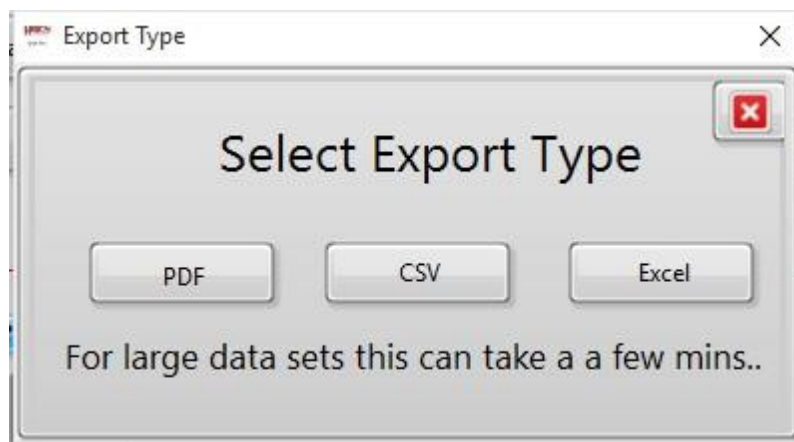

Fig. 35. Opciones para exportar un archivo .tdms.
2. Seleccionar el archivo a exportar y dar clic en aceptar. Se mostrará un cuadro para seleccionar el tipo de exportación (Fig. 35).